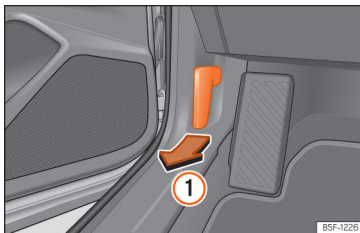

Fig. 218 Palanca de desbloqueig a l'espai reposapeus del conductor.
- Obriu la porta i estireu la palanca que hi ha sota del tauler d'instruments »» » **fig. 218** ①.